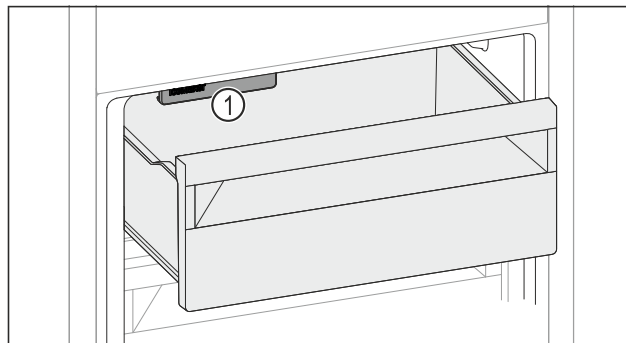

Fig. 108
- Tenez compte de l'IceMaker Fig. 108 (1).